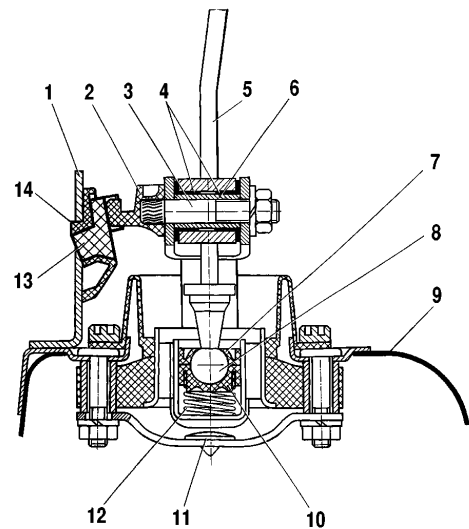

Abb. 3-11. Einstellung der Schalthebelstellung:
- im Innenraum des Fahrzeuges die Schalthebe- manschette abziehen und eine Sonderschablone 67.7834.9527 in den Ausschnitt der Auflage 14 (Abb. 3-11) am Halter für Rückwärtsgang-Sperrung einlegen. Den Achsanschlag 2 des Hebels 5 in die Nut an der Schablone 13 einführen und an die Schablone längs andrücken. Auf die elastische Verformung des Halters 1 achten. Den Hebel 5 in dieser Stellung fixieren;